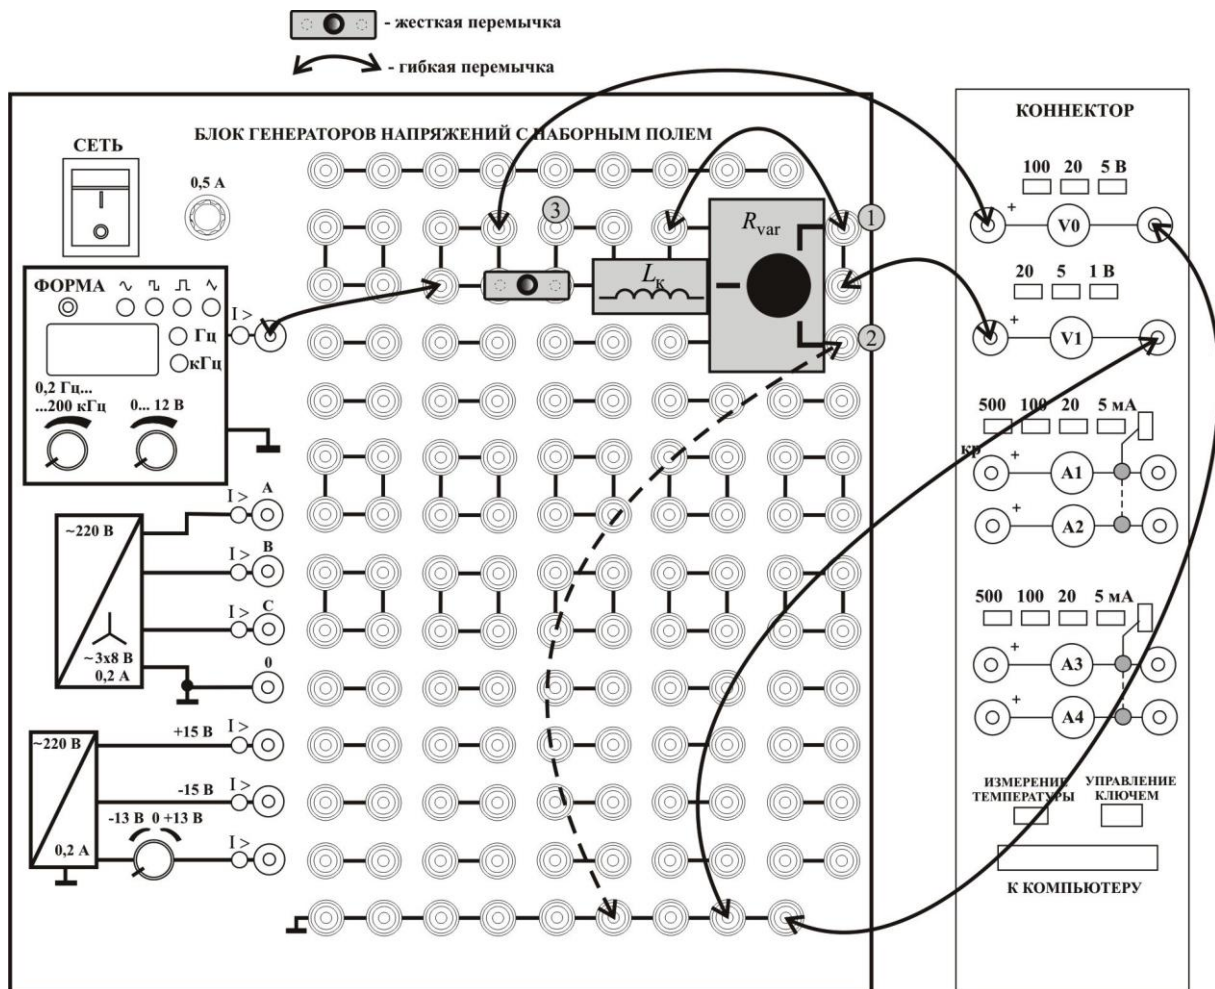

Рис. 13. Монтажная схема (цепь $L-R$).
Разместите элементы и приборы (**перемычку, показанную пунктиром, не монтировать**) на наборном поле (рис. 13).
На наборном поле (рис. 13) замените катушку на конденсатор (**перемычку, показанную пунктиром, не монтировать**). Соедините выводы одного из мультиметров с гнездами ① и ② и, вращая ручку потенциометра, установите сопротивление R_{var} , приближенно равное расчетному (таблица 4).
На наборном поле (рис. 13) вместо жесткой перемычки установите конденсатор (перемычку, показанную пунктиром, не монтировать). Соедините выводы одного из мультиметров с гнездами ① и ② и, вращая ручку потенциометра, установите сопротивление R_{var} , приближенно равное расчетному (таблица 5). Правый вывод вольтметра V0 соедините с землей.